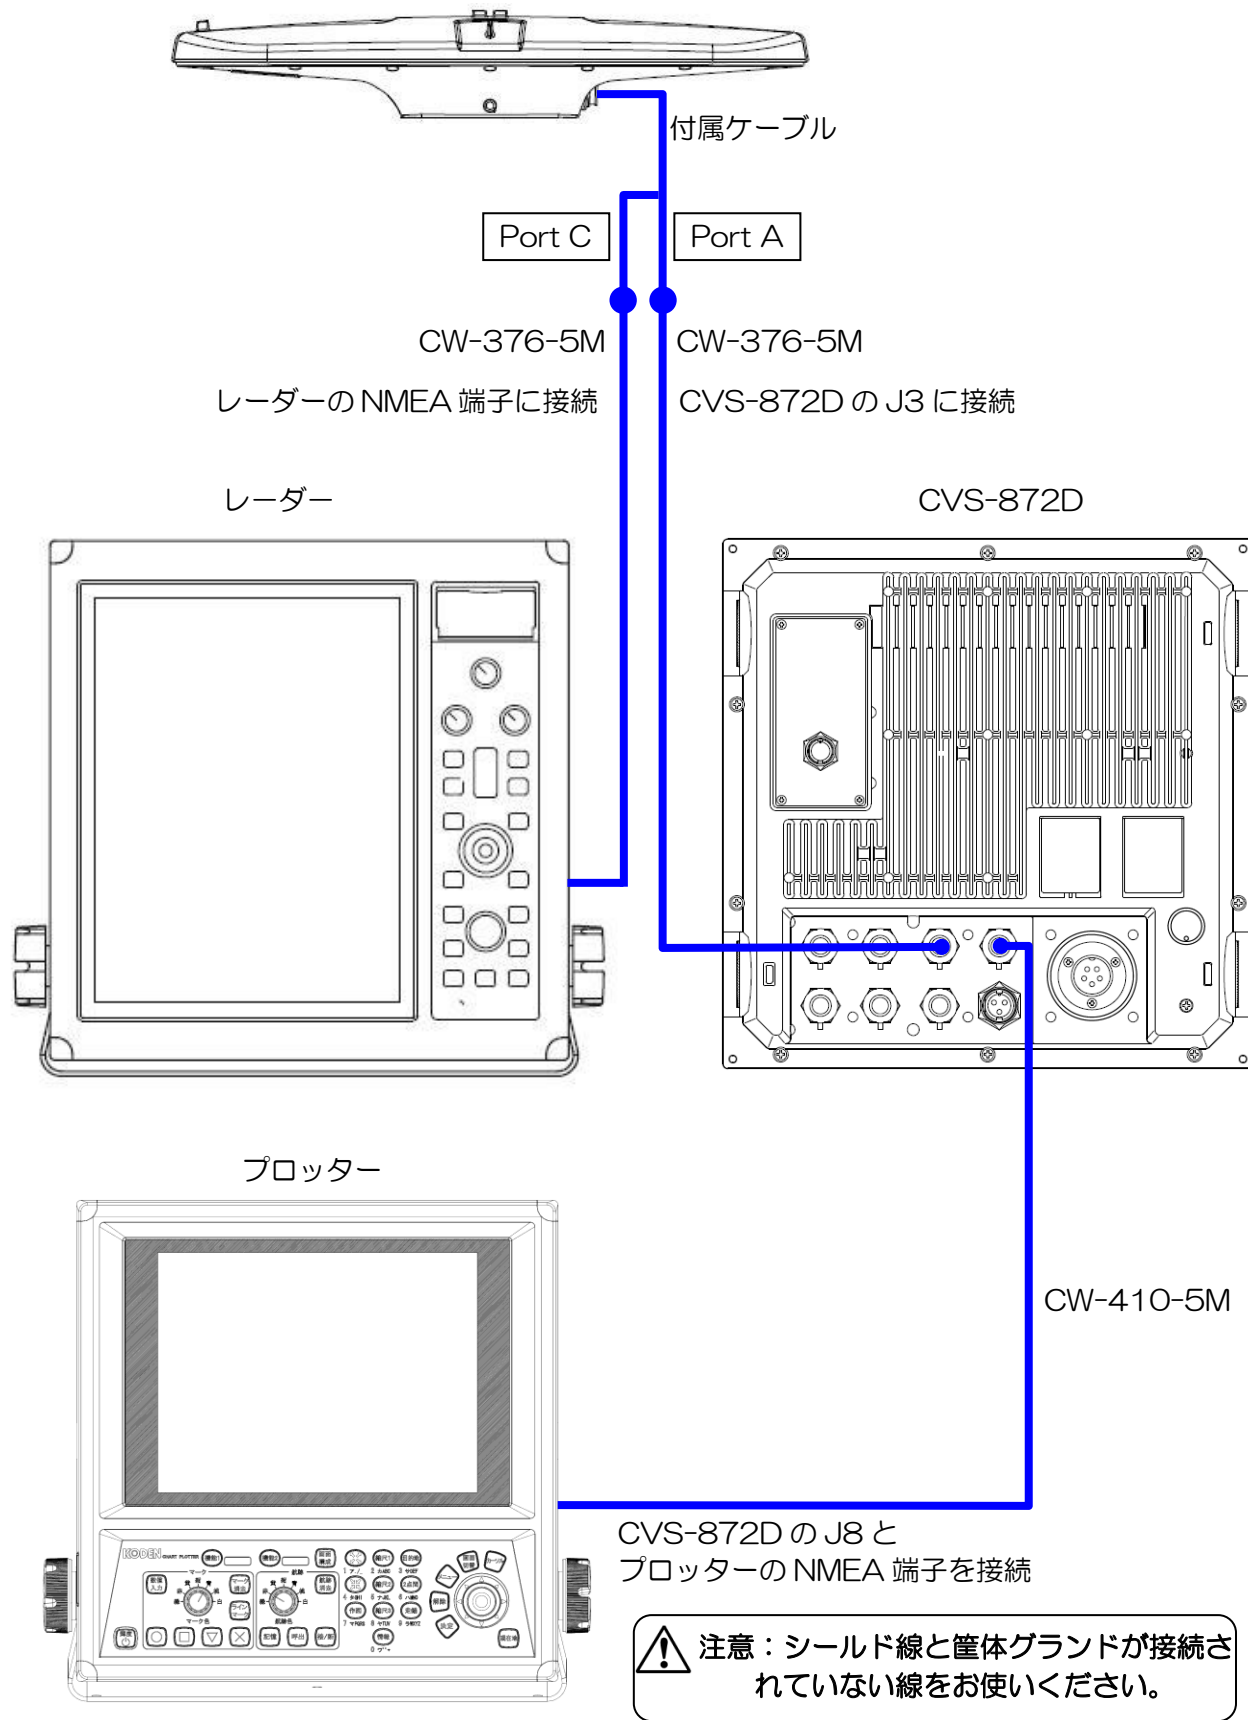
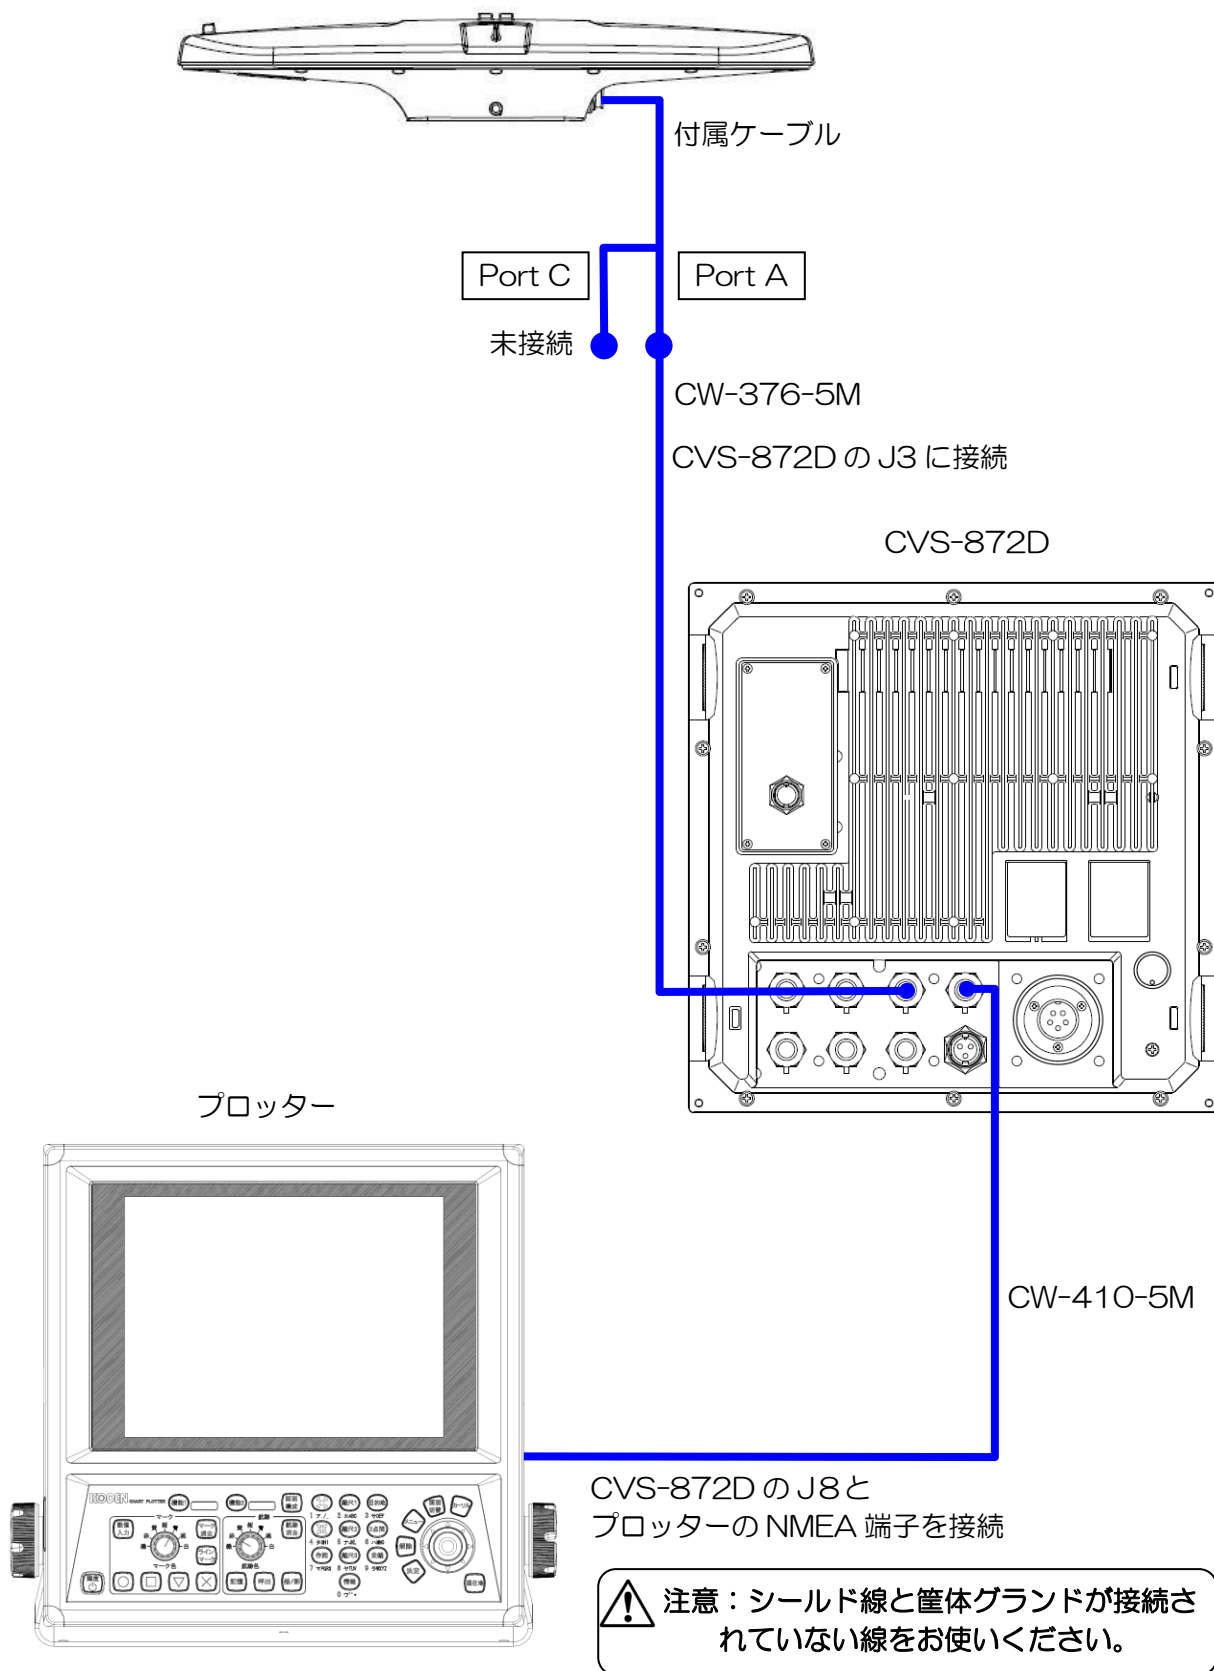

図 1.51 総合接続図 1
図 1.53 総合接続図 3
- レーダーにも接続し GPS コンパスとして接続する場合は、Port C と半田付けが終了した CW-376-5M をレーダーの NMEA 端子へ接続してください。（図 1.51 総合接続図 1 参照）
それ以外の場合は Port C との接続の必要はありません。（図 1.53 総合接続図 3 参照）
- 図 1.51 総合接続図 1～図 1.53 総合接続図 3 を参照して、CVS-872D の J8 端子と NMEA で通信する他の機器を接続してください。